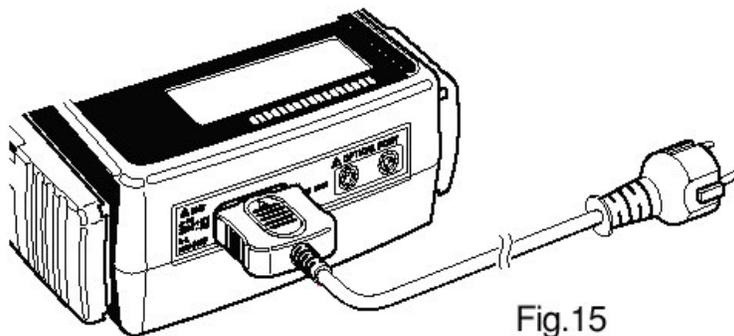

Fig.15
- (1) Insérez le cordon de mesure dans l'instrument.(Fig.15)